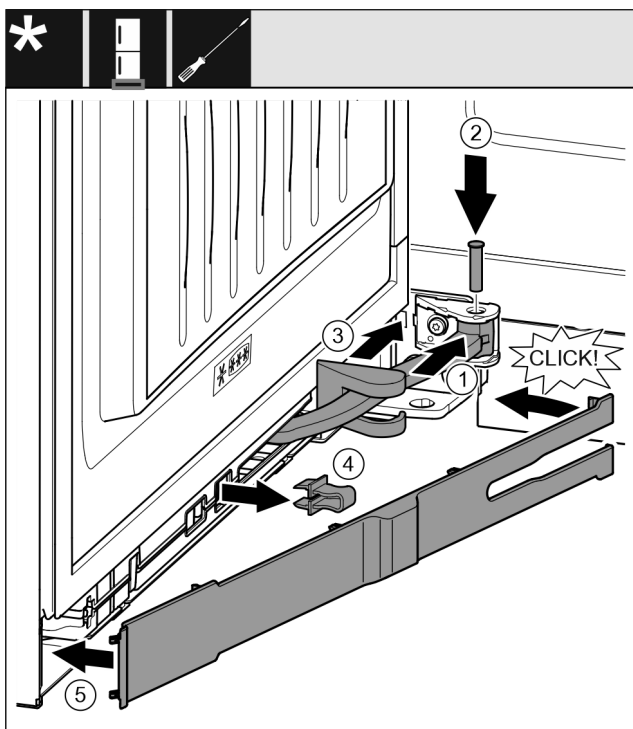

Fig. 47
- ▶ Przegub obrócić w mocowaniu. Fig. 47 (1)
- ▶ Przy pomocy śrubokręta T15 sworzeń umieścić w mocowaniu i przegubie. Przy tym zwrócić uwagę, aby krzywka zatraskowa została prawidłowo umieszczona w rowku. Fig. 47 (2)
- ▶ Ostonę płytki zawiasu przesunąć wzdłuż przegubu i zamontować nad mocowaniem. Fig. 47 (3)
- ▶ Zdjąć zabezpieczenie. Fig. 47 (4)
- ▶ Zaślepki założyć od strony uchwyty i przechylić. Fig. 47 (5)